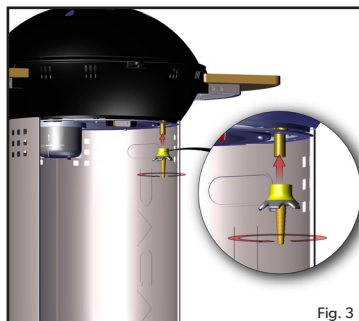

Fig. 3
- **BEMÆRK!** Når du monterer slangeforskrningen, skal du sørge for at du holder den lige mens du strammer møtrikken for at undgå utætheder. Stram med en passende skrueøgler. (Fig. 3)